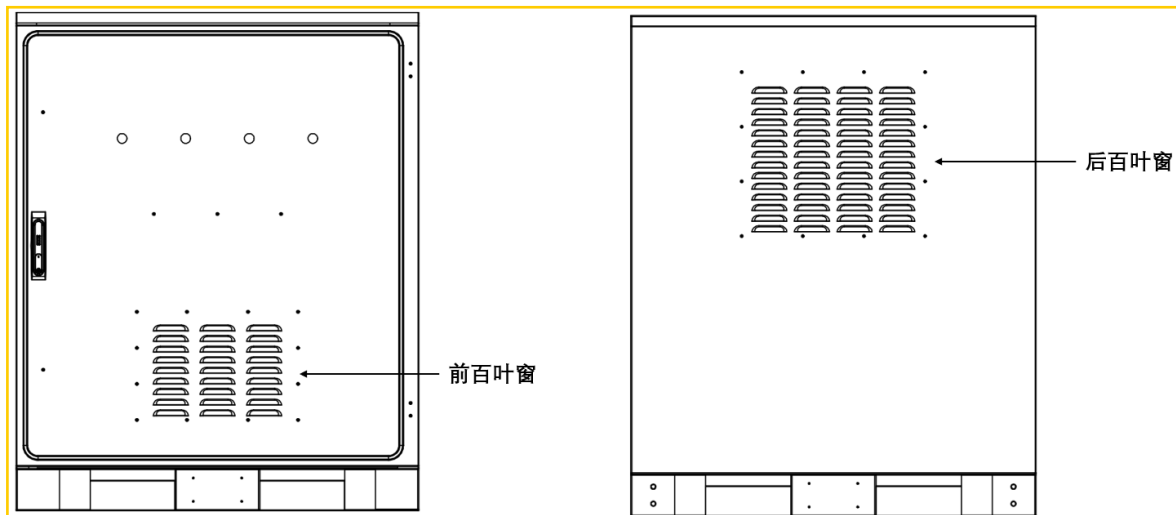

图 6-1 百叶窗位置示意图
3、汇流柜前后有百叶窗需要定期清洁。百叶窗位置如图 6-1 所示。